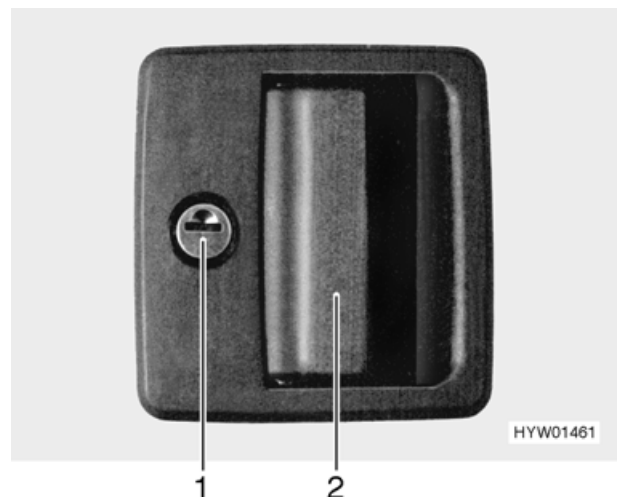

Fig. 12 Serratura della porta di ingresso, lato esterno
- Inserire la chiave nel cilindro della serratura (Fig. 12,1) e girare in senso orario, fino a quando la serratura della porta si sblocca.
- Aprire la porta tirando la maniglia (Fig. 12,2).
- Inserire la chiave nel cilindro della serratura (Fig. 12,1) e girare in senso antiorario, fino a quando la serratura della porta si blocca.